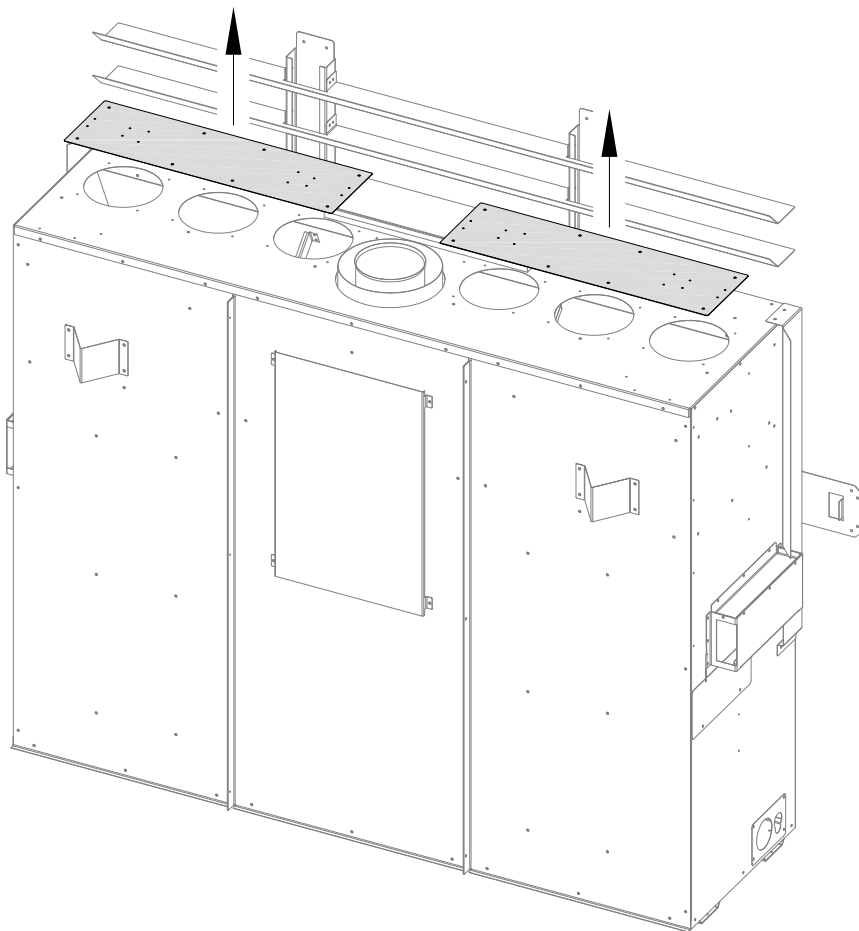
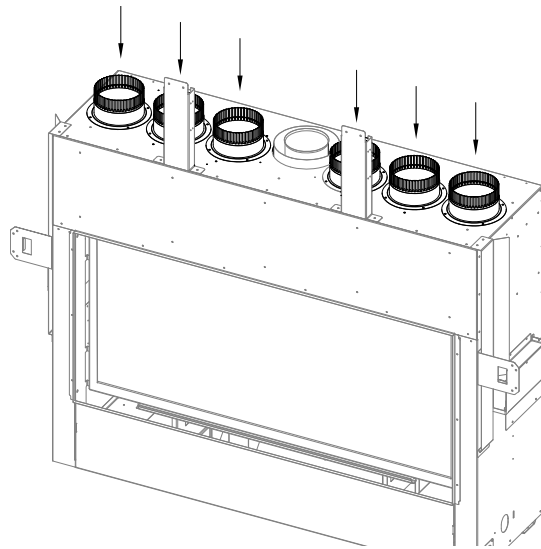

Figure 4.1 - Retrait des couvercles
Figure 4.2 - Installation des collets de raccordement du kit KZK
- Les couvercles et les déflecteurs de convection de l'appareil doivent être retirés pour installer le kit Komfort Zone, tel que montré aux Figures 4.1 et 4.3. Les collets de raccordement du kit KZK doivent être installés — Voir la Figure 4.2.
1. Retirez les (16) vis à métal qui retiennent les (2) couvercles sur le dessus du foyer, tel que montré à la Figure 4.1. Jetez (ou recyclez) ces deux couvercles. Conservez les vis à métal pour l'étape suivante.
2. Installez les collets fournis avec le kit KZK-062, tel que montré à la Figure 4.2. Réutilisez les vis à métal de l'étape précédente.